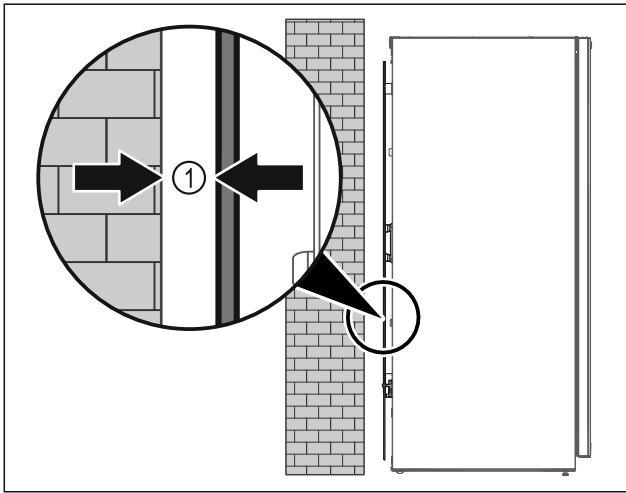

Fig. 52
- Instaloni pajisjen ose të lirë në dhomë, ose direkt mbi një mur me një distancë minimale prej 5 mm Fig. 52 (1) nga muri.